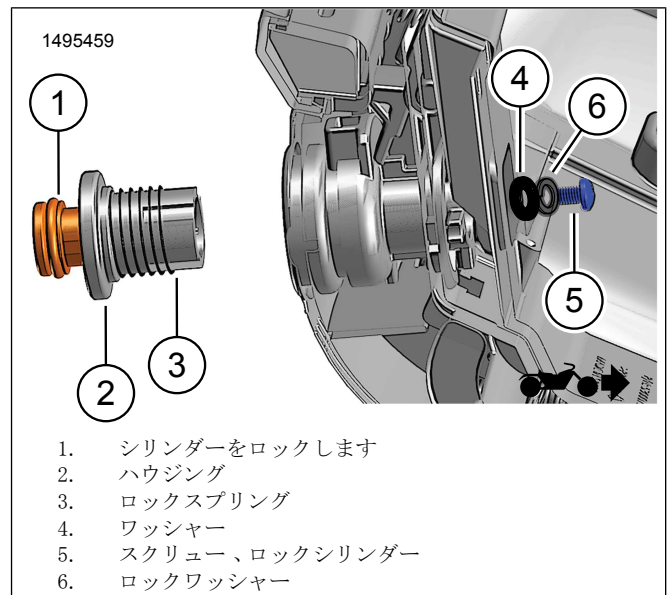

図9。ロックセットをトップケースに取り付けます
- 図9ハウジング(2)とロッキングスプリング(3)をロックシリンダー(1)の上に取り付けます。
4. 図9ウォッシャー(4)、ロックウォッシャー(6)、スクリュー(5)を取り付けます。手で締めます。